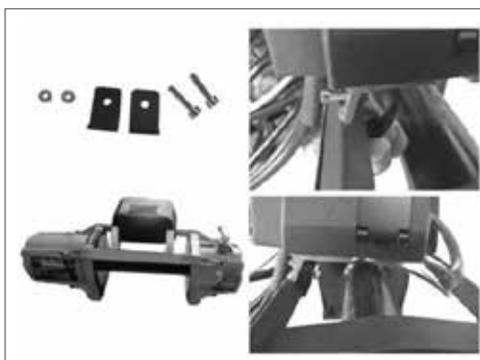

Fig. 1
1. Instale dos soportes de aluminio incluidos en la parte inferior de la caja de control quitando cuatro tuercas en el fondo de la caja, luego coloque los soportes sobre los pernos y asegure los soportes volviendo a instalar la tuerca. (Fig. 1) Nota: los ganchos en los soportes van hacia la parte delantera del cabrestante.